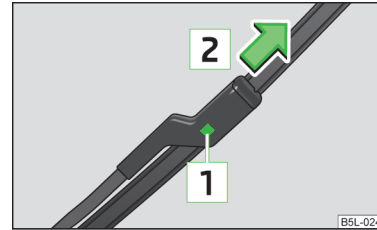

Abb. 49
- Die Sicherung [1] » Abb. 49 drücken und das Scheibenwischerblatt in Pfeilrichtung [2] abziehen.